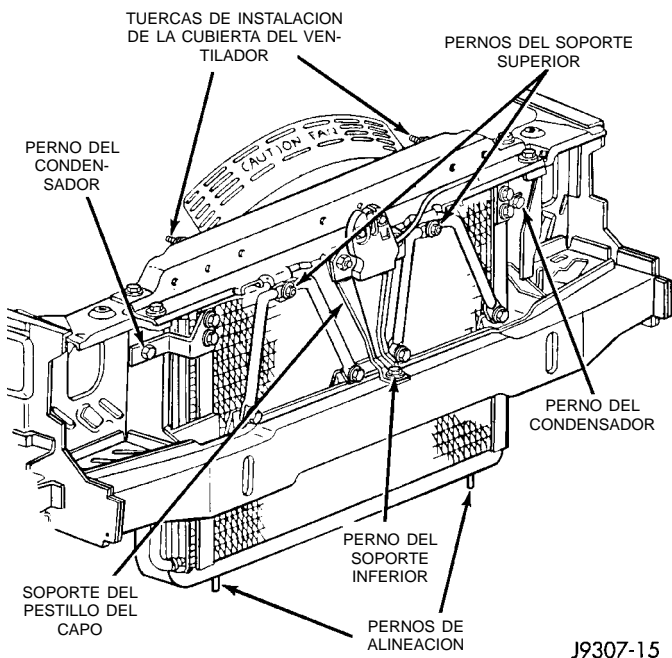

Fig. 35 Montaje del condensador
- (1) Desconecte y aisle el cable negativo de la batería.
- (2) Recupere el refrigerante del sistema de refrigerante tal como se describe en este grupo.
- (3) Desconecte los conductos de refrigerante del condensador. Coloque tapones o cinta en todas las conexiones de refrigerante abiertas.
- (4) Retire el panel de la rejilla del radiador. Para informarse sobre los procedimientos, consulte el Grupo 23, Carrocería.
- (5) Retire los pernos superiores de los dos soportes del radiador (Fig. 35).